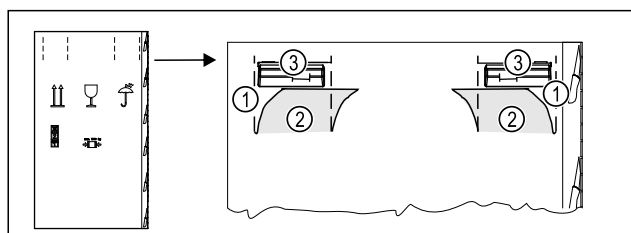

Fig. 5
- Comprime il cartone di imballaggio in alto sulla perforazione Fig. 5 (1).
- Estrarre le linguette compresse Fig. 5 (2).
- La maniglia di trasporto Fig. 5 (3) a destra e a sinistra è visibile.
- Tenere l'apparecchio dalle maniglie di trasporto Fig. 5 (3).